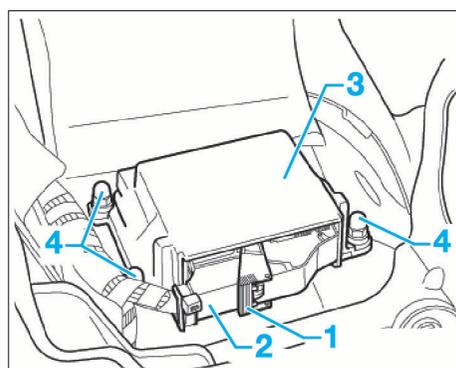

FIG. 20
- Depuis le plancher, coté passager avant, ouvrir le verrouillage (1) du connecteur (2) (Fig.20).
- Débrancher le connecteur (2) du calculateur (3).
- Déposer les trois écrous (4).
- Déposer le calculateur (3).